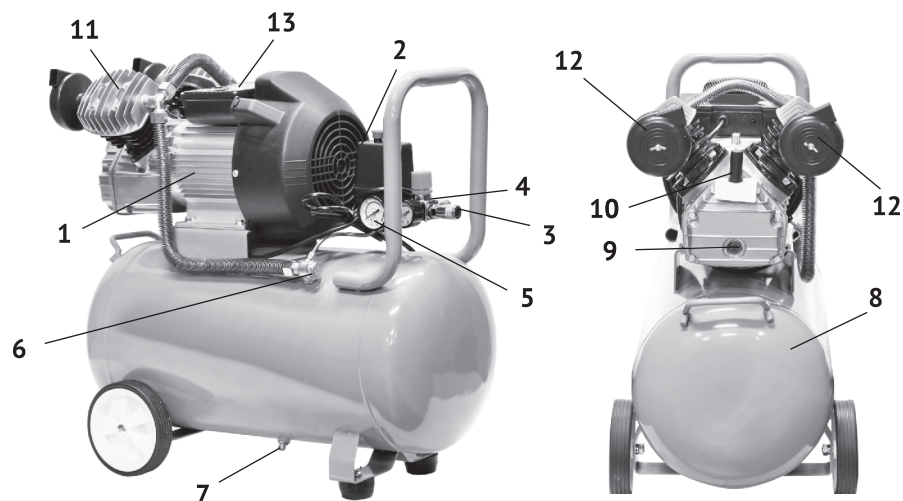
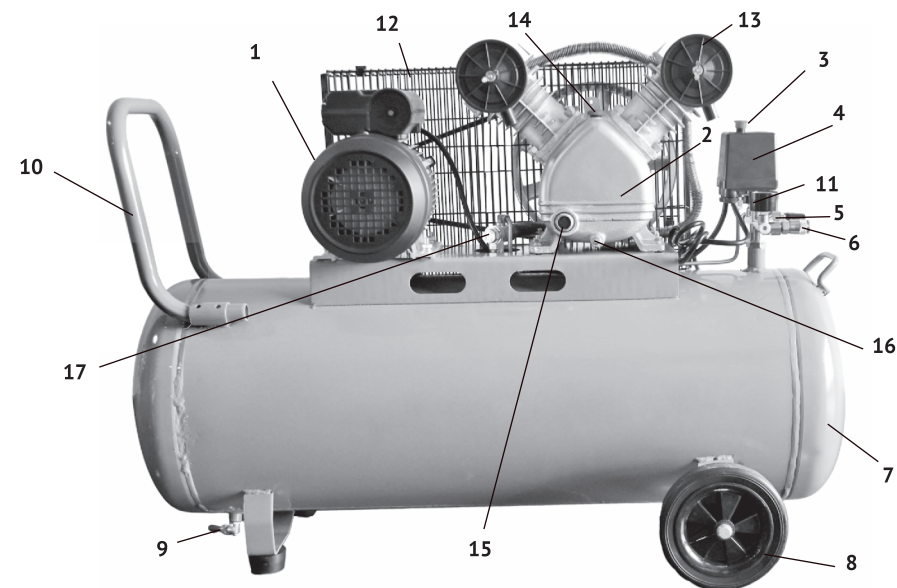
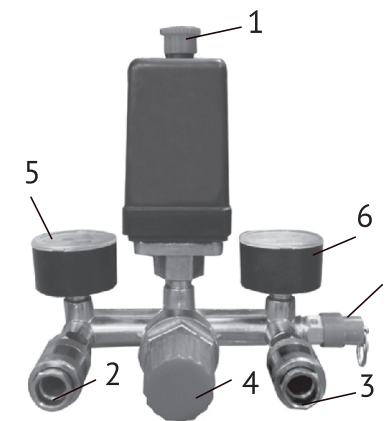

Рис. 1
Рис. 2
Рис. 4
7.1. Общий вид компрессора КМК-2000/50/2 схематично представлен на рис.1
7.2. Картер компрессорной группы (рис.1 поз.1) с двигателем закреплены на металлическом корпусе ресивера (рис.1 поз.8). Вращение якоря двигателя преобразуется кривошипно-шатунным механизмом в возвратно-поступательное движение поршней двух цилиндров. Сжатый воздух из выпускных клапанов цилиндров подаётся в ресивер. При подключении к быстроразъёмным выходным штуцерам (рис.1 поз.3) коллектора пневмоинструмента, сжатый воздух подаётся к инструменту. Выходное давление в штуцерах регулируется редуктором и контролируется манометрами.
7.2. Общий вид компрессора КМК-2500/100/2 схематично представлен на рис.2
7.4. Картер компрессорной группы (рис.2 поз.2) с двигателем (рис.2 поз.1) крепятся на металлической платформе корпуса ресивера (рис.2 поз.7). Вращение с якоря двигателя шкивами и клиновым ремнём передаётся на коленчатый вал компрессорной группы. Вращение коленчатого вала преобразуется кривошипно-шатунным механизмом в возвратно-поступательное движение поршней. Два цилиндра с V-образным расположением, смонтированы на картере. Воздух, через воздушные фильтры (рис.2 поз.13) подаётся во впускные клапаны цилиндров. Сжатый воздух из выпускных клапанов цилиндров, через обратный клапан (рис.2 поз.17), подаётся в ресивер (рис.2 поз.7). При подключении к быстроразъёмным выходным штуцерам (рис.2 поз.6) шланга пневмоинструмента, сжатый воздух подаётся к инструменту. Выходное давление в штуцере регулируется редуктором (рис.2 поз.4) и контролируется манометром.
При подключении компрессора к сети питания, убедитесь что, выключатель реле давления (рис.4 поз.1) находится в позиции «Выкл», положение «Нажато». Запустите компрессор, переведя выключатель в позицию «Вкл», положение «Отжато». Для обеспечения хорошей работы компрессора при первом запуске рекомендуется оставить компрессор работающим в течение 5-8 минуте полностью открытыми выходными кранами (рис.4 поз.2,3) и редуктором (рис.4 поз.4), после чего откройте вентиль слива конденсата (рис.1 поз.7 (для КМК-2000/50/2) или рис.2. поз.9 (для КМК-2500/100/2)), находящийся снизу ресивера и слейте конденсат. После первых 5-ти часов работы компрессора проверьте крепление винтов головки цилиндра и фильтров (рис.1,2, поз.12).
Компрессор имеет два выходных штуцера оснащённых манометрами. Давление в ресивере показывает манометр расположенный справа (рис.4 поз.6), в то время как манометр находящийся слева (рис.4 поз.5), показывает давление на выходе, которое Вы можете регулировать с помощью редуктора (рис.4 поз.4). Выходной штуцер (рис.4 поз.3) выдаёт сжатый воздух с максимальным рабочим давлением в ресивере, а выходной кран штуцер (рис.4 поз.2) выдаёт сжатый воздух с рабочим давлением, установленным с помощью редуктора (рис.4 поз.4).
Также компрессор оснащён предохранительным клапаном (рис.4 поз.7) для ограничения максимального давления в ресивере.
10.3. По окончании работы: перевести выключатель реле давления в положение «Выкл», отключить розетку компрессора от сети питания и полностью сбросить давление, открыв выходной штуцер (рис.4 поз.3).
-Открутите пробку заливной горловины (рис.2 поз.14).
-Открутите болт сливного отверстия (рис.2 поз.16).
-Через воронку залейте новое масло, контролируя уровень через окно (рис.2 поз.15).
-снять защитную решётку (рис.2 поз.12), открутив болты крепления;